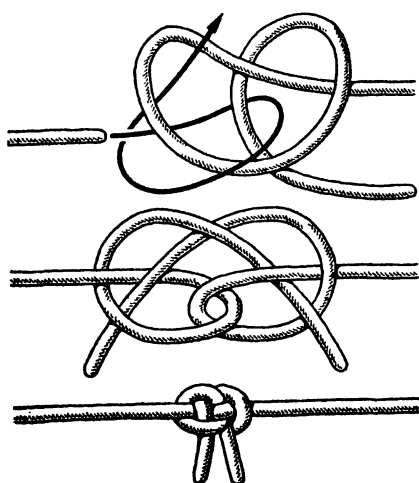

Рис. 42. Лиановый узел
**Лиановый узел** (рис. 42). Этот узел, хотя и не получил распространения на флоте, относится к числу оригинальных и надежных узлов для связывания тросов. Он уникален тем, что при очень простом переплетении каждого конца в отдельности крепко держит при очень сильной тяге и, более того, очень легко развязывается после снятия нагрузки на трос — достаточно сдвинуть любую из петель вдоль соответствующего коренного конца и узел тут же рассыпается. Он не скользит на синтетической леске и может с успехом применяться рыболовами.